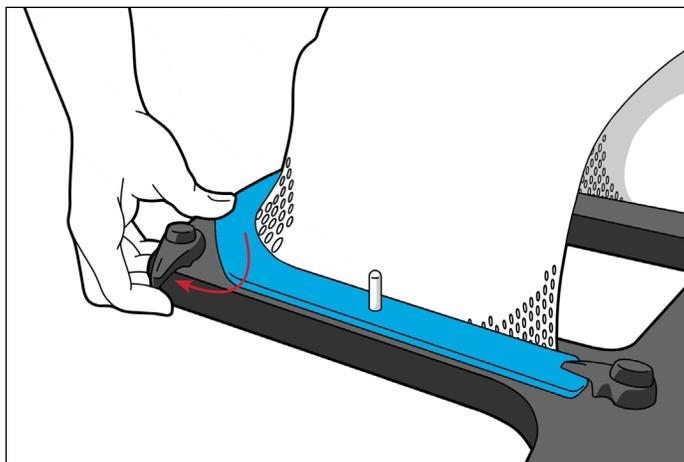

Abb. 4
1. Drehen Sie alle Maskenverriegelungen, bis das spitze Ende von der Mitte des AccuFix™ weg zeigt (Abb. 4).